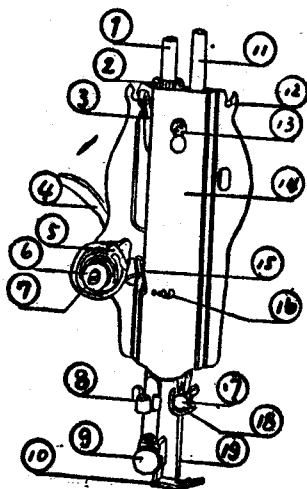

图 8
4. 面板外部 (图8)
① 压紧杆	Z 5	押脚梗	15257
② 调压螺丝	S 17	空壳螺丝	263
③ 挑线杆	R 21	挑线梗	15491
④ 压紧杆板手	R 20	押脚板手	55621
⑤ 夹线板	R 56	夹线板	2102
⑥ 夹线螺母	L 5	夹线螺丝帽	1560
⑦ 夹线簧	w 12	夹线弹簧	13710
⑧ 割线扣		割线扣 (割线刀)	26075
⑨ 压脚螺丝	S 39	押脚螺丝	51224
⑩ 活压脚	R 17/3	平押脚	2071